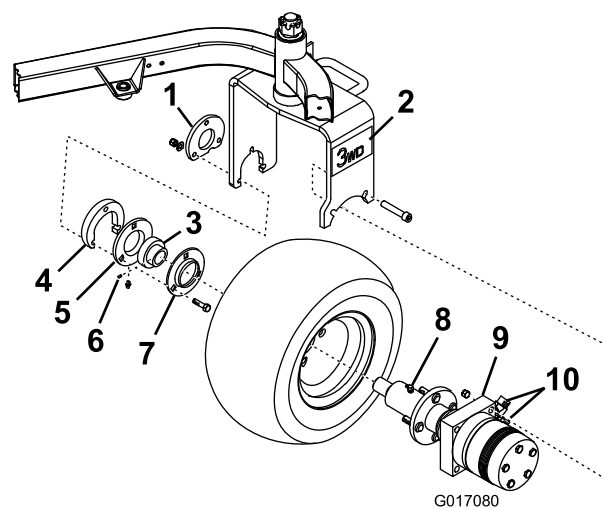

図 2
1. モータアセンブリの側面にフィッティング45°を2個取り付ける 図 2。
2. 新しいモータハブ・アセンブリについているグリスフィッティングを外す 図 2。
5. フランジレット両方とベアリングを 図 2 のようにモータシャフトに取り付ける。
注 モータの向きに注意すること油圧フィッティングが機体後方を向いているのが正しい 図 2。
7. キャスタフォークの内側に、モータを仮止めするソケットヘッドねじ 2 本とロックナット 2 個を使用する 図 2。
注 グリスフィッティングは、フランジェットに下向きについている必要があります 図 2。
14. キャスタフォークの両側に 3 輪駆動デカルを貼り付ける 図 2。